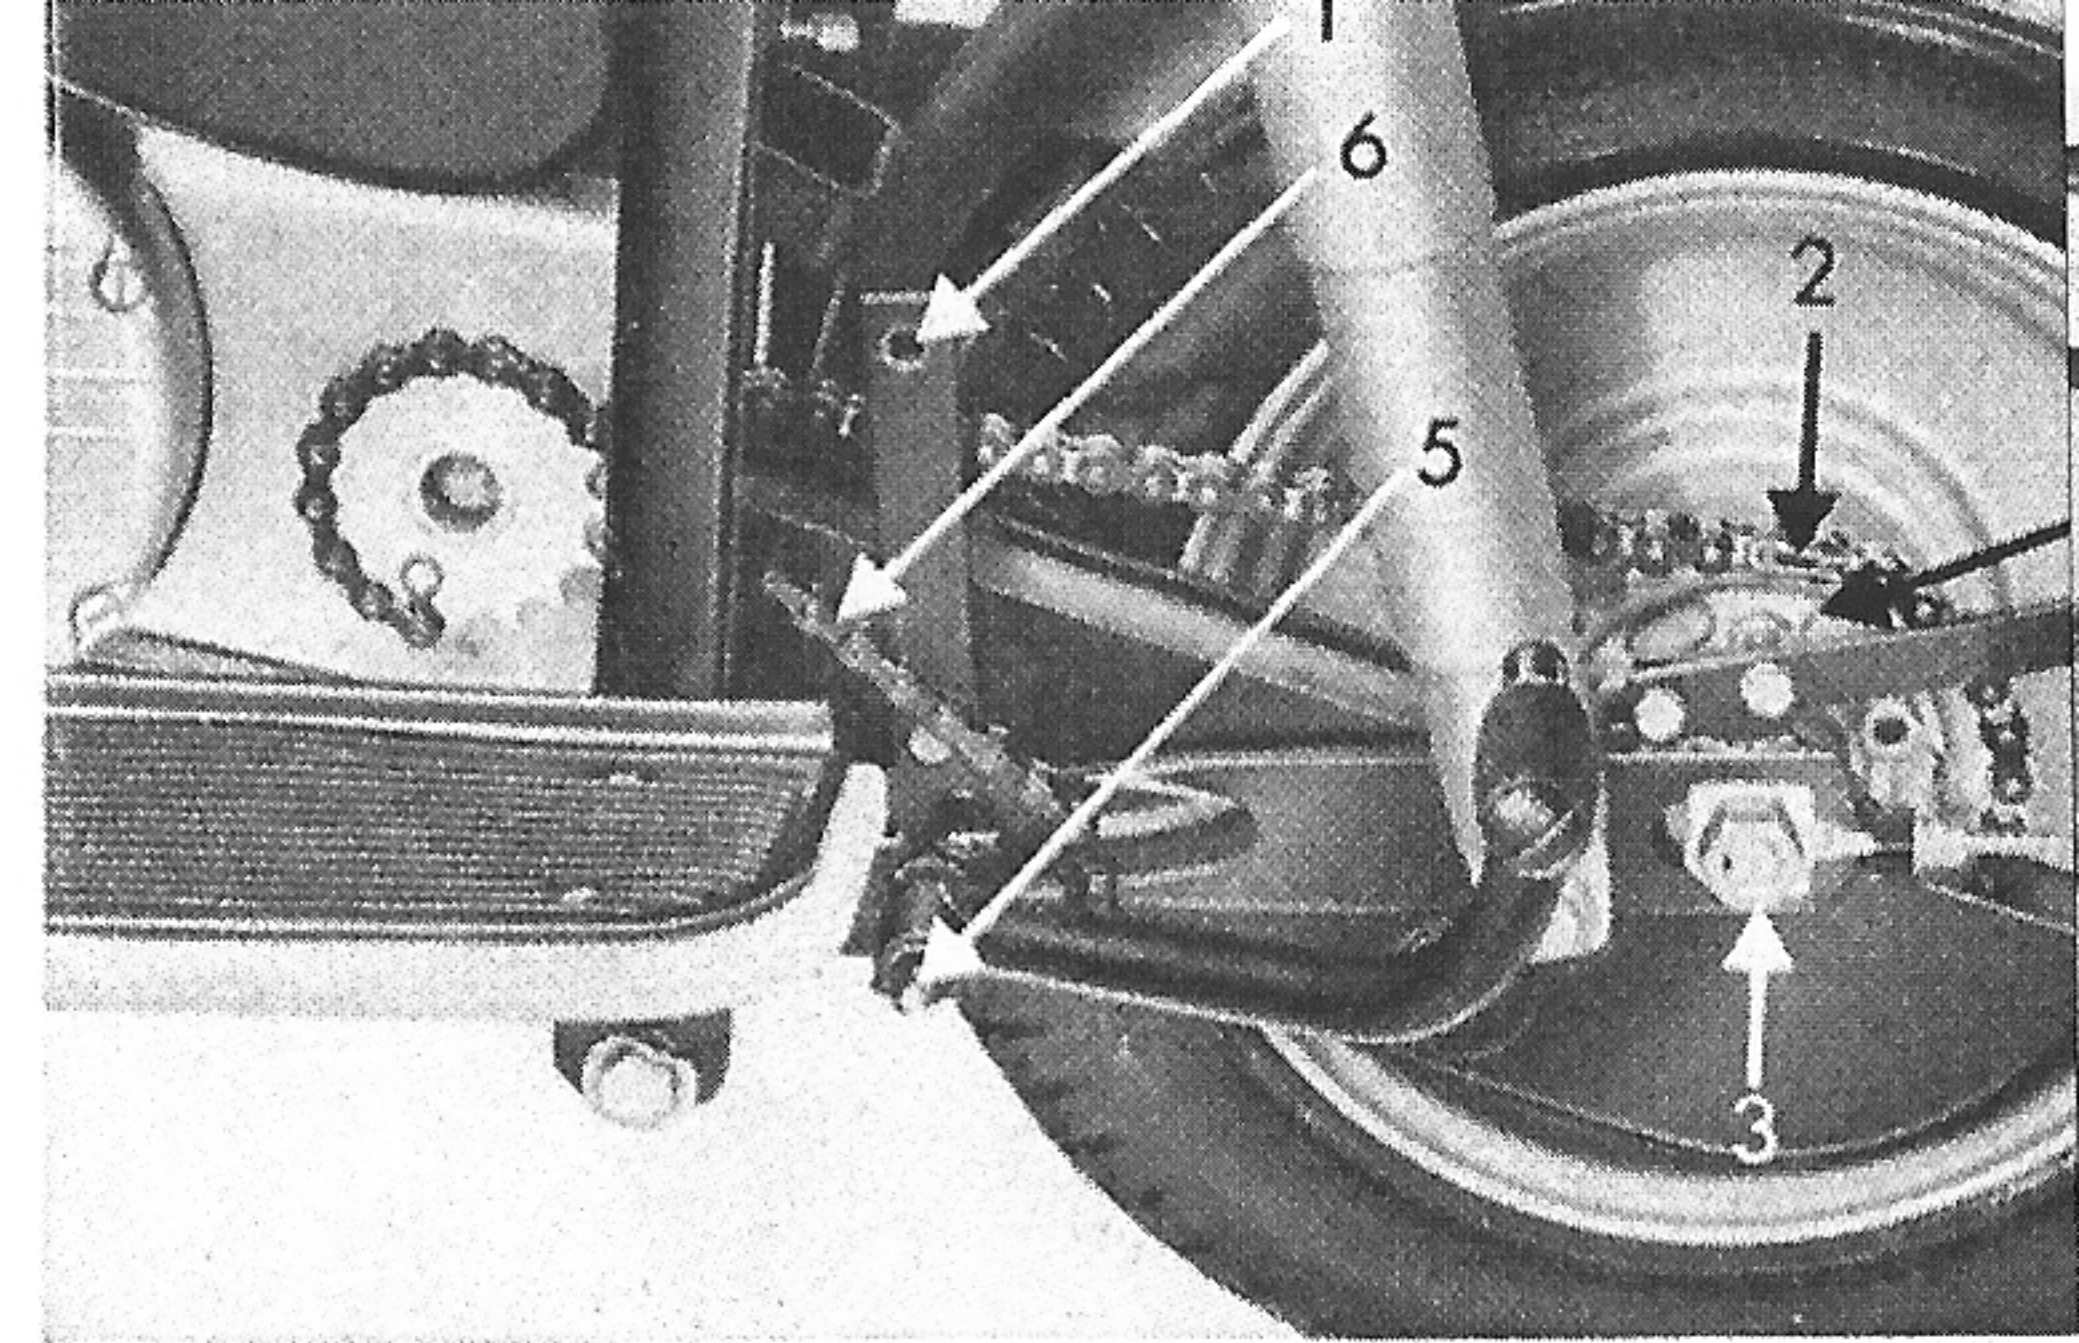

Bild 24
**Kette schmieren, aus- u. einbauen** (Bild 24)